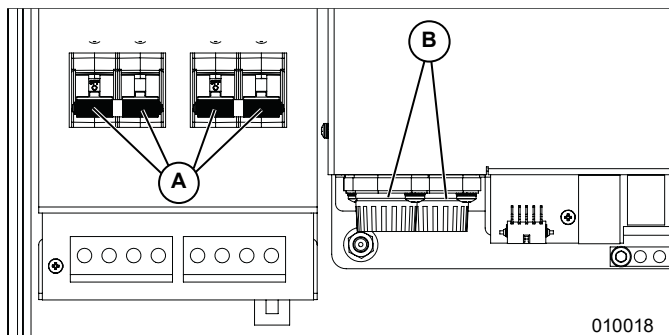

Figura 8-2. Retiro de la cubierta del compartimiento de cableado
5. Consulte la **Figura 8-2**. Ubique los portafusibles de CC (B).